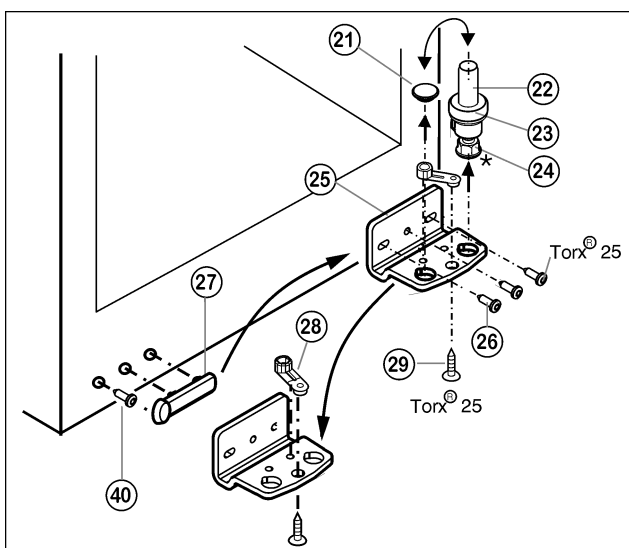

Fig. 5
- ▶ Ložiskový čep Fig. 5 (22) včetně podložky Fig. 5 (23) a seřizovací nožky* Fig. 5 (24) vytáhněte nahoru.
- ▶ Zátku Fig. 5 (21) odstraňte.
- ▶ Stojan ložiska Fig. 5 (25) odšroubujte Fig. 5 (26).
- ▶ Ložiskový díl Fig. 5 (28) odšroubujte Fig. 5 (29) a přemístěte jej do protilehlého upínacího otvoru stojanu ložiska, pak ho znovu pevně přišroubujte.
- ▶ Krytku na straně madla Fig. 5 (27) opatrně vytáhněte, šroub Fig. 5 (40) vyšroubujte a obojí přemístěte na druhou stranu.
- ▶ Stojan ložiska Fig. 5 (25) na nové straně závěsu zase přišroubujte příp. pomocí akumulátorového šroubováku (momentem 4 Nm).
- ▶ Zátku Fig. 5 (21) zase vložte do druhé díry.
- ▶ Ložiskový čep Fig. 5 (22) včetně podložky a seřizovací nožky* zase nasadte. Přitom dávejte pozor, aby zajišťovací vačka směřovala dozadu.
- ▶ Dveře nasadte shora na spodní ložiskový čep Fig. 5 (22).
- ▶ Dveře případně pomocí obou podélných děr ve spodním stojanu ložiska Fig. 5 (25) vyrovnajte tak, aby lícovaly se skříňní přístroje. Vyšroubujte prostřední šroub.